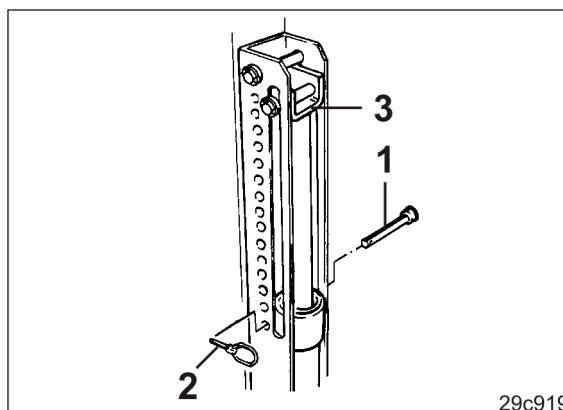

Fig. 176
3. Den Bolzen (Fig. 176/1) unterhalb des Anschlags (Fig. 176/3) in eine Bohrung der Lochgruppe einstecken und mit einem Klappstecker (Fig. 176/2) sichern.